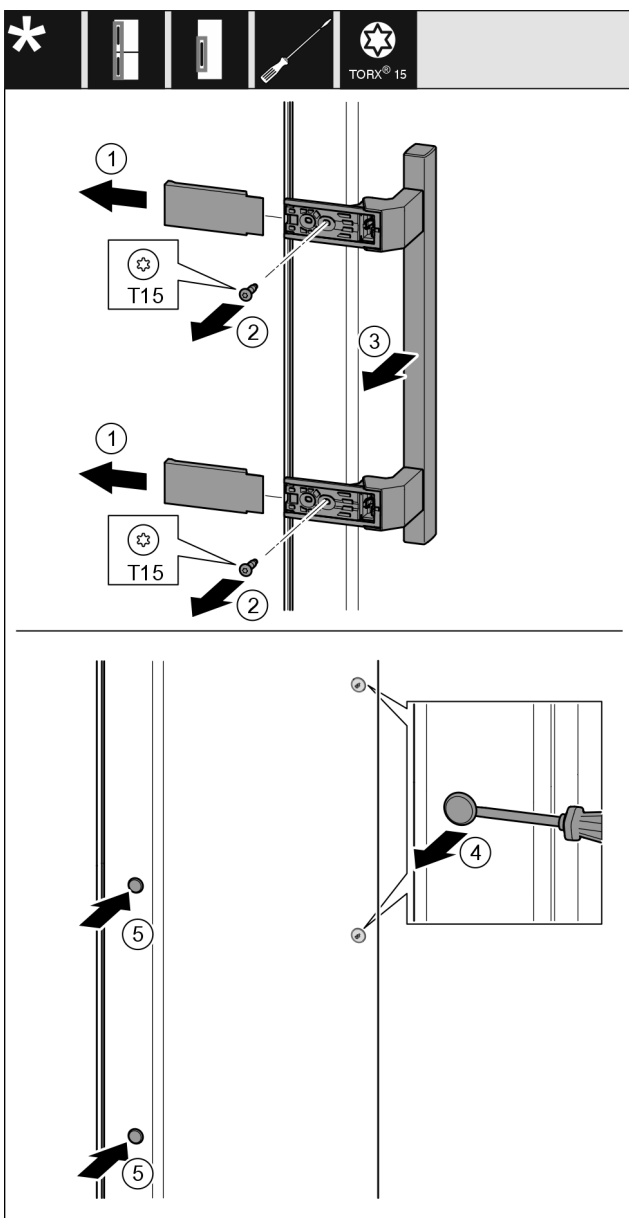

Fig. 19
- Snemite pokrov Fig. 19 (1).
- Izvijte vijake Fig. 19 (2) z izvijačem.
- Snemite ročaj Fig. 19 (3).
- Previdno dvignite stranski čep Fig. 19 (4) s ploščatim izvijačem in ga izvlcite.
- Vstavite čep Fig. 19 (5) nazaj na drugi strani.